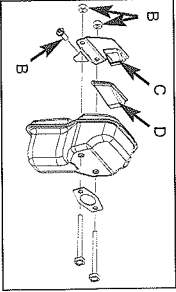

Fig. 17B
2. Enlevez les 2 vis maintenant le couvercle (C). (Fig. 17B)
3. Débarressez-vous de l'écran protège-étincelles usagé (D) et remplacez-le par un nouveau. Réassemblez les composants de l'étouffeur et installez l'étouffeur sur le cylindre. Resserrez fermement.